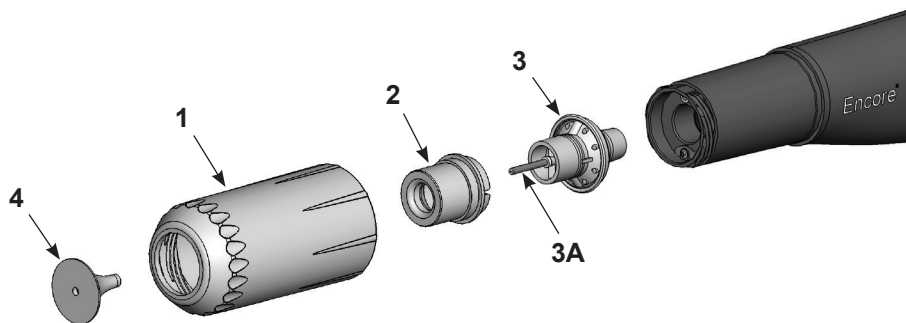

Figura 4-2 Sostituzione dei deflettori e degli ugelli conici opzionali
1. Vedi Figura 4-2. Per cambiare il deflettore (4) tirarlo via con delicatezza dal gruppo elettrodo (3). Se si cambia solo il deflettore, montare quello nuovo sul gruppo elettrodo facendo attenzione a non piegare il filo dell'elettrodo.
2. Per cambiare tutto l'ugello, svitare il dado dell'ugello (1) in senso antiorario.
3. Rimuovere l'ugello conico (2) dal gruppo elettrodo.
**NOTA:** Non è necessario rimuovere il gruppo elettrodo (3) dalla pistola a spruzzo. Se il gruppo elettrodo esce dalla pistola a spruzzo quando si estrae l'ugello, pulirlo con aria compressa prima di reinstallarlo. Non piegare l'elettrodo. Il portaelettrodo (3A) si avvita nel gruppo. Sia il portaelettrodo che l'elettrodo sono sostituibili.